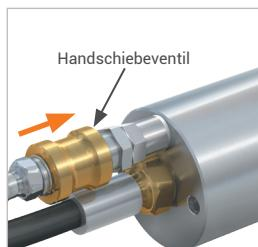

Abbildung 6
- ▶ Schieben Sie Schieberhülse des Handschiebeventils (Pos. 6) nach vorne (*Abbildung 6*). Der Steuerdruck wird zugeführt. Die elastischen Frontdichtungen (Pos. 7) oder Hauptdichtungen (Pos. 8) werden komprimiert, der Adapter zieht sich selbstständig an den Prüfling an und stellt eine druckdichte Verbindung her.